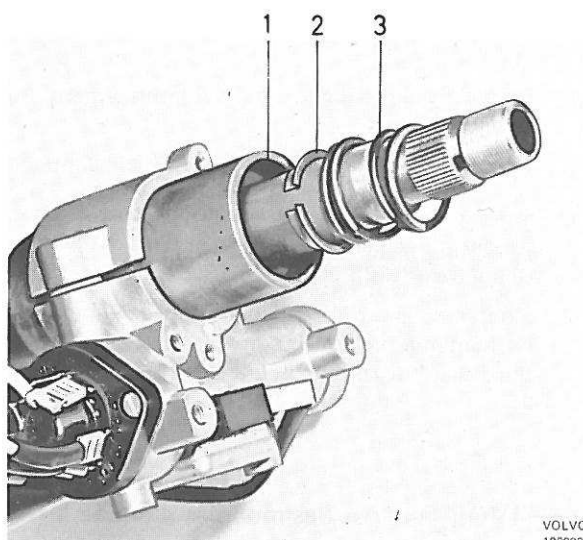

Figure 54. Echange du palier supérieur
4. Retirer le ressort et le siège, figure 54.